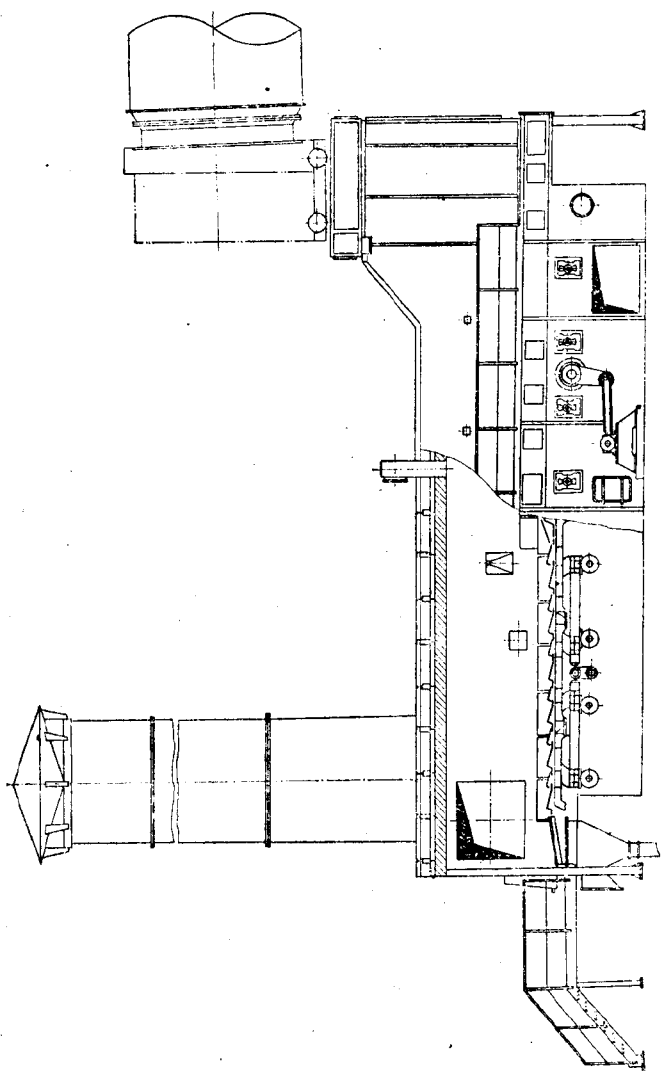

图 1-3 水平推动筒式冷却机
3. 水平推动篦式冷却机（图 1-3）。它是由固定篦板和活动篦板组成。从篦板下部鼓进冷风，通过铺在篦板上的熟料层，被活动篦板推动前进而得到急冷。冷却效果较好，出冷却机熟料温度一般在 $60\sim 120^{\circ}\text{C}$ 范围内。由于篦式冷却机壳体表面积较小，所以辐射热损失小。但操作较复杂，配件材质要求较高，动力消耗较大。